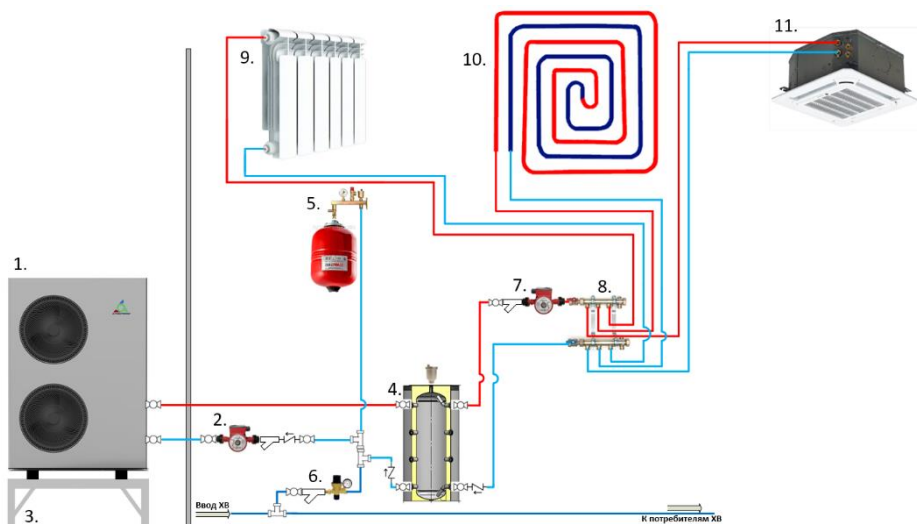

Рисунок 10
- 1) Установка системы схема, рисунок 10.